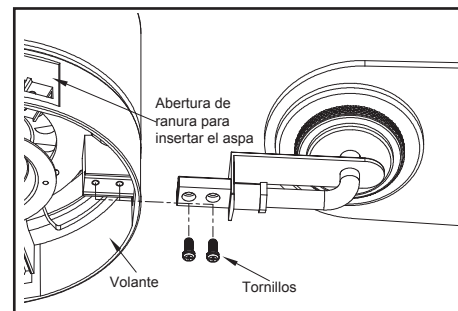

Figura 13
2. Inserta el ensamblaje del aspa en la abertura del centro del volante; alinea los dos orificios para tornillo del ensamblaje con sus correspondientes en el volante y asegúra con los tornillos incluidos. Repite el procedimiento para ensamblar las aspas restantes. (Figura 13)